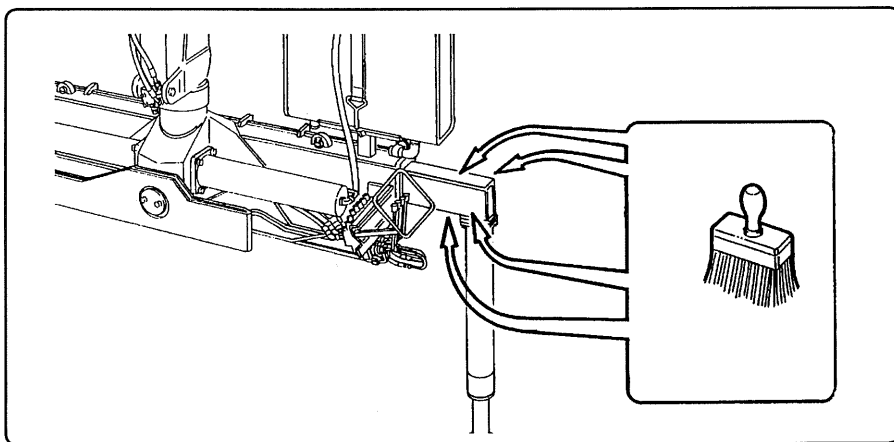

fig. 8.16.1
8.5.7 - Ingrassaggio bracci stabilizzatori (fig. 8.16.1)
8.5.7 - Greasing the outrigger booms (fig. 8.16.1)